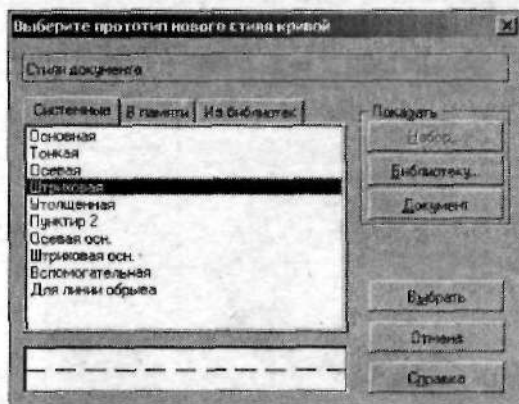
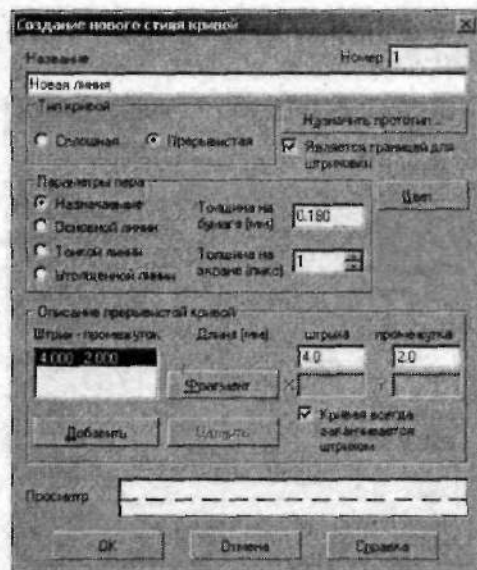

Рис. 2.21. Диалоговое окно выбора прототипа стиля линии
Рис. 2.22. В диалоговом окне *Создание нового стиля кривой* появятся все параметры выбранного прототипа
4. В поле название введите название стиля линии *Новая линия*. При создании нового типа вы можете указать прототип — то есть линию, параметры которой (толщина, цвет, длина штрихов и т.д.) будут использованы в качестве основы. Чтобы назначить прототип, щелкните по кнопке **Назначить прототип** и из появившегося диалогового окна выберите нужный тип линии — для рассматриваемого примера *Штриховая* (рис. 2.21) — и щелкните по кнопке **Выбрать**. Обратите внимание, что в диалоговом окне создания нового стиля линии отобразятся параметры выбранного вами прототипа (рис. 2.22). Так выбранный прототип — это прерывистая линия, которая может являться границей для штриховки. В разделе **Параметры пера** установлены толщина линии при отображении на экране (в пикселах) и на формате (в миллиметрах).